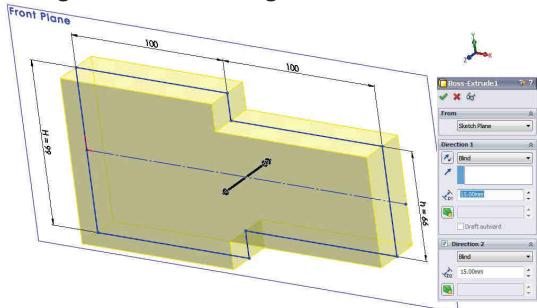

Fig. 12.4
- În caseta **Boss-Extrude** PropertyManager, sub zonele **Direction 1** și **Direction 2** se vor completa, fig. 12.4:
- In the PropertyManager, under **Direction 1 & Direction 2**, fig. 12.4: